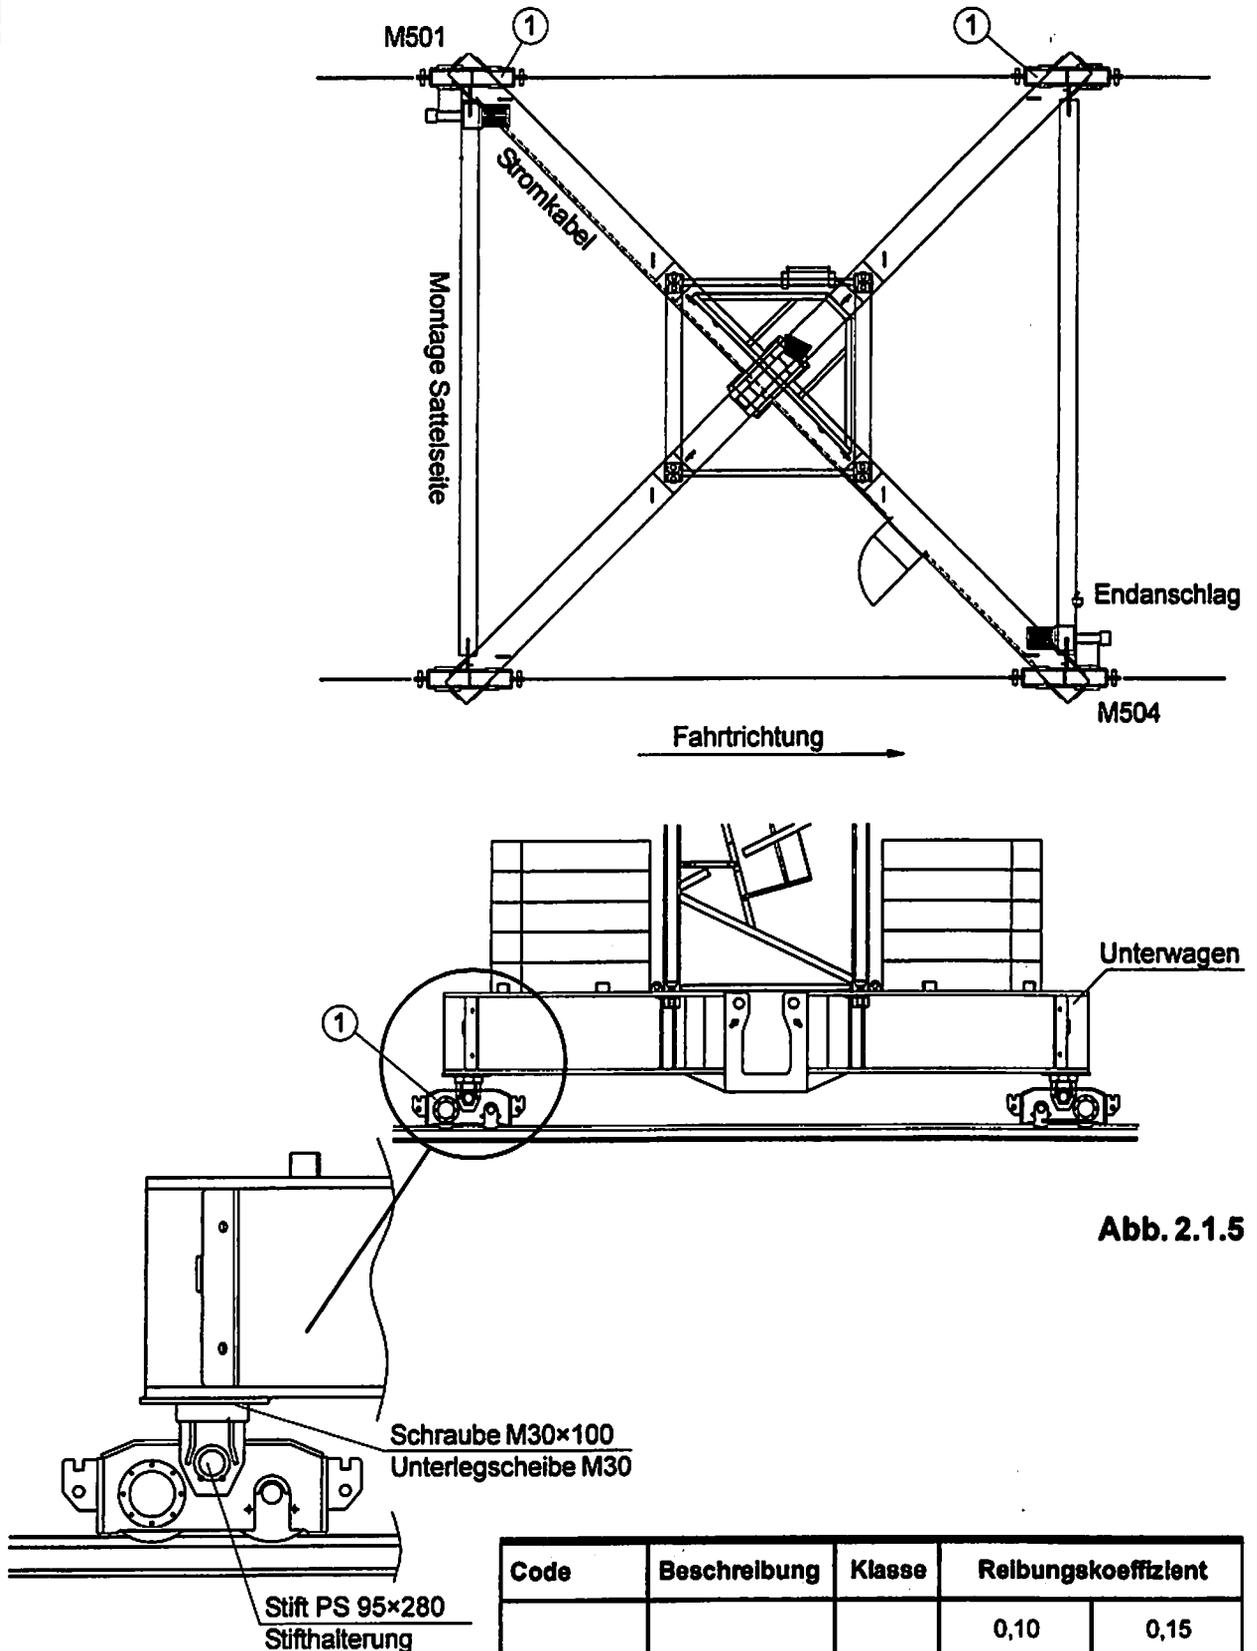

Abb. 2.1.5
Die Fahrwerke (1) auf die Gleise legen und den Unterwagen mit den Schrauben M30×100 und den entsprechenden Unterlegscheiben darauf montieren (Abb. 2.1.5).